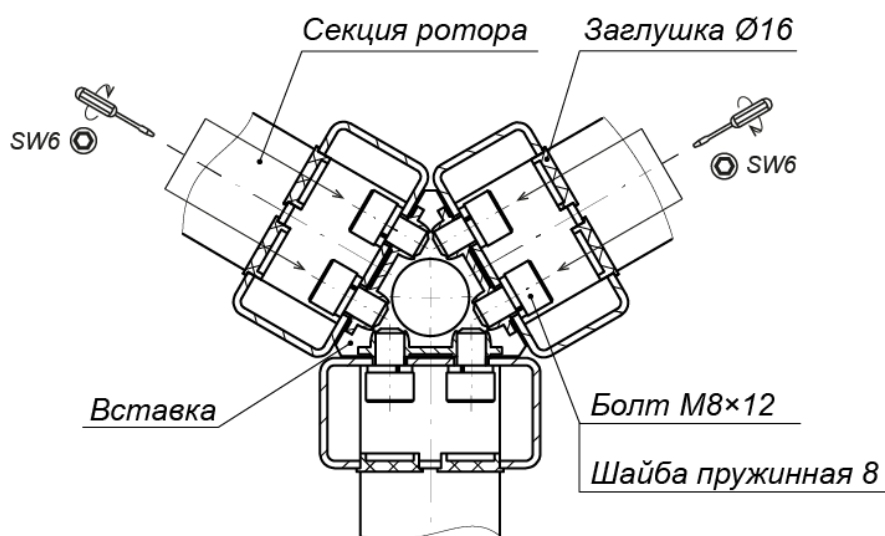

Рисунок 19. Схема соединения секций ротора (1)
- Соедините верхний вал ротора с валом привода исполнительного механизма двумя полумуфтами и четырьмя болтами M8×30 с пружинными шайбами (ключ SW6) (см. рис. 19). Будьте осторожны, полумуфты имеют большой вес, не допускайте их падения во избежание травм!
2. Снимите полумуфты (см. рис. 19), отвернув 4 болта М8 муфтового соединения (4). Будьте осторожны! Удерживайте ротор и полумуфты от падения.